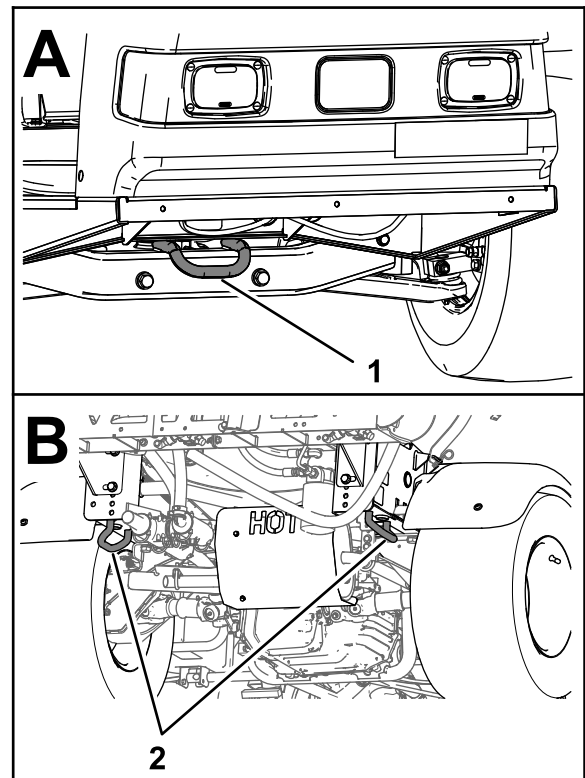

図 34
- 本機をトラックなどに載せて隔日に固定する 図 34 のロープ掛けポイントを利用する。